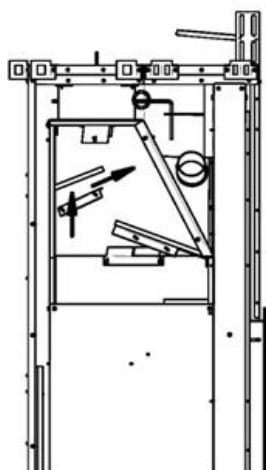

Figure 40.3
3. Pour enlever le deuxième coupe-feu, le prendre dans vos mains, le déplacer vers l'avant du foyer et il tombera de ses supports. Figure 40.3